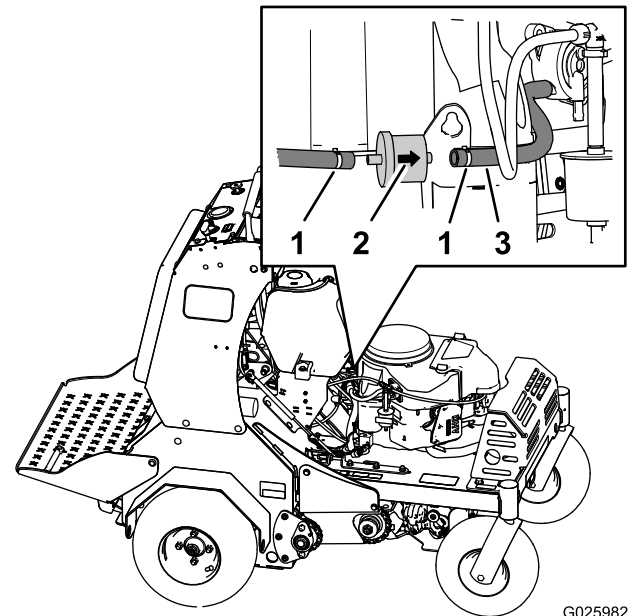

Figura 43
3. Apriete los extremos de las abrazaderas y deslícelas por el tubo alejándolas del filtro (Figura 43).
4. Desmonte el filtro de las mangueras de combustible (Figura 43).
5. Instale un nuevo filtro con la flecha de dirección de flujo alineada como se ilustra en la Figura 43.
6. Alinee las abrazaderas sobre la manguera y los acoplamientos del filtro de combustible (Figura 43).